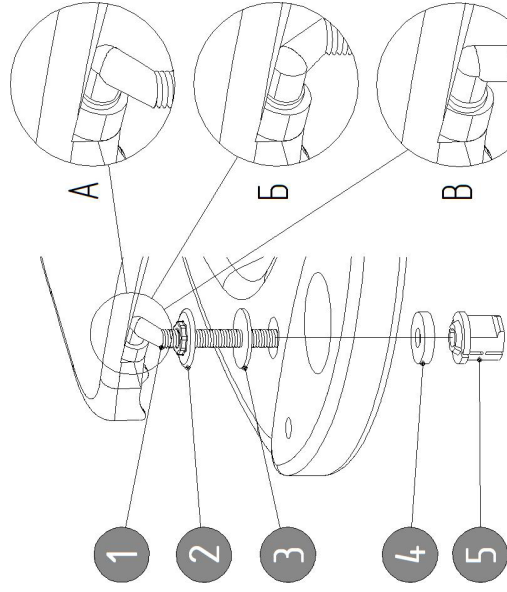

Рис. 1. Установка арматуры крепления регулируемой наклонной, В – стойка регулируемая прямая
**Примечание:** стойки регулируемые наклонные (см. рис. 1) могут поставляться со смещениями, равными: 5, 10, 12, 16, 17 и 20 мм.